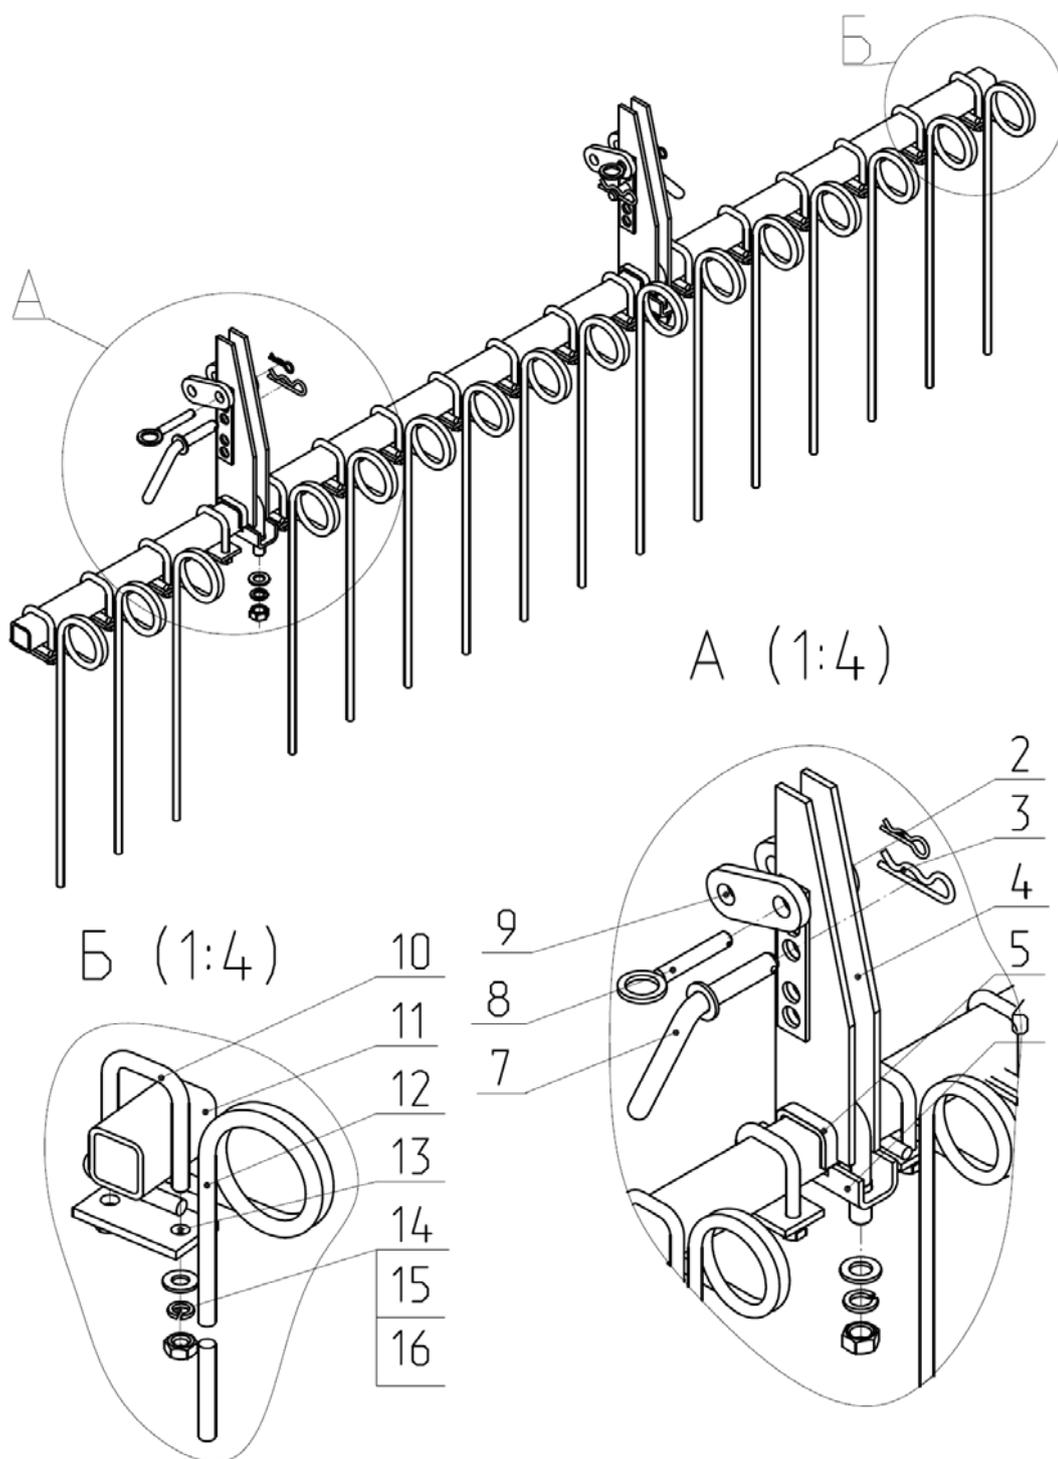
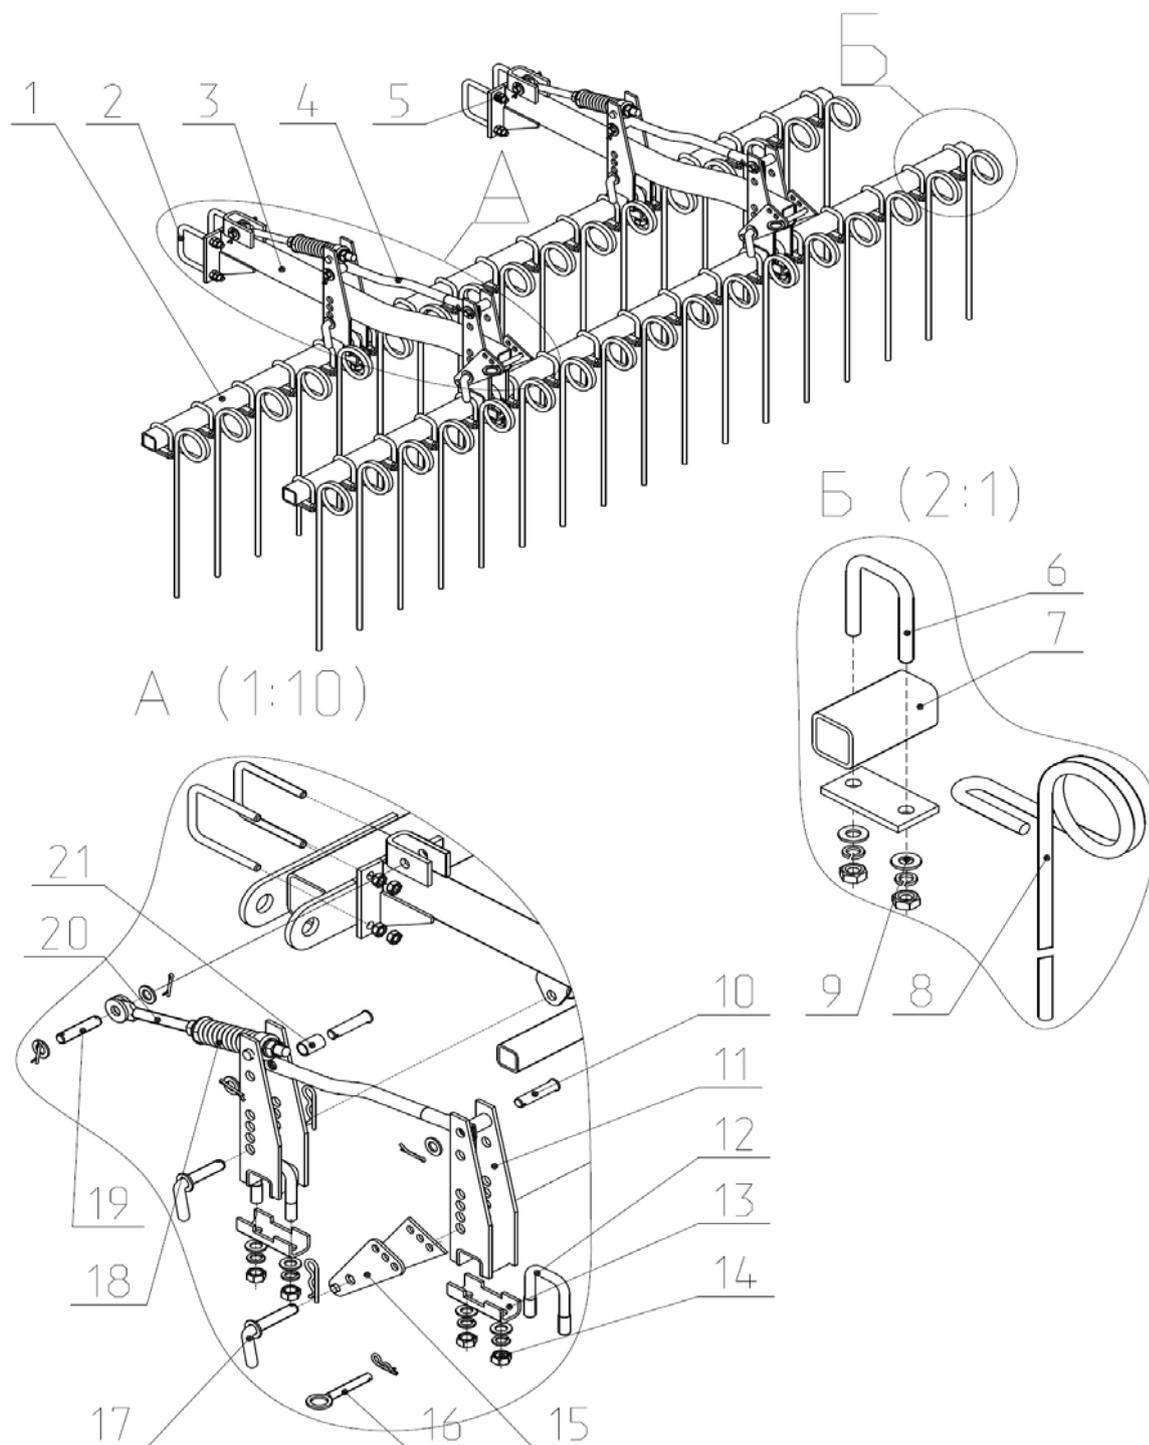

Рис.11 КСП 04.120 Гребенка однорядная.
Рис.15 КСП 08.010 Гребенка двухрядная.
2.7 На секции катков дополнительно могут устанавливаться гребенки вычесывающие однорядные (Рис.11), и планчатый выравниватель (рис.15).
2.7.1 Гребенка вычесывающая (Рис.11), предназначена для вычесывания подрезанных растений и сброса их на поверхность почвы, а также для дополнительного крошения и осаживания взрыхленной почвы, подготавливаемой под посев